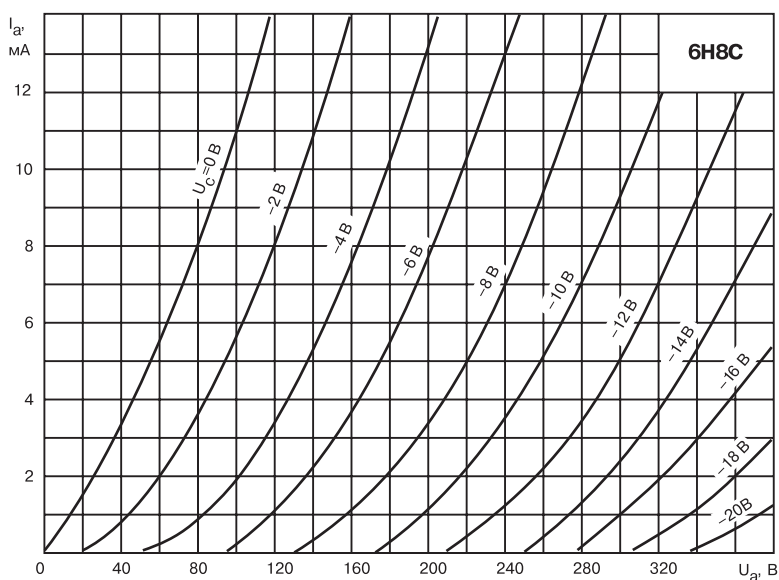

Рис. 2.21. Типовые вольтамперные характеристики 6Н8С
- ♦ высокая линейность, широкий раскрыт характеристик (см. рис. 2.21);